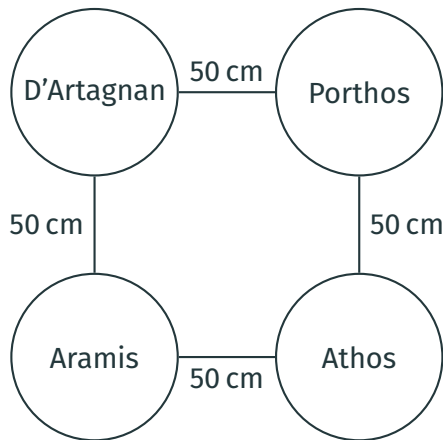

Figure 9 : Graphe de la formation
- 4 robots en formation carrée (Figure 9).